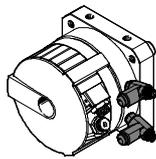

Fig. 20
- Utilice válvulas de estrangulación y antirretorno GRLA para ajustar la velocidad de giro. Estas deberán atornillarse directamente en las conexiones de alimentación de presión (Fig. 20).